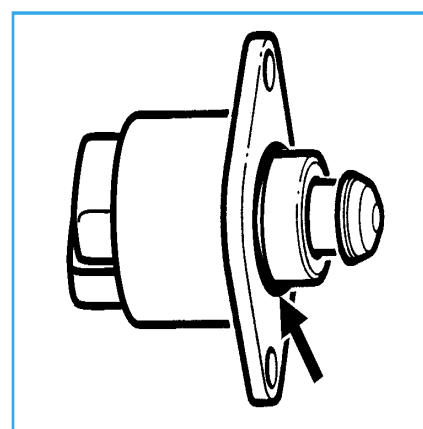

Fig. 1 Motore a passo con guarnizione circolare (freccia)
Per i veicoli sopra indicati il programma è stato ampliato del motore a passo, fig. 1.
Descrizione fornita corrispondente a fig. 1, guarnizione circolare compresa (freccia)
- Fare attenzione alla corretta posizione della guarnizione circolare (freccia), fig. 1.